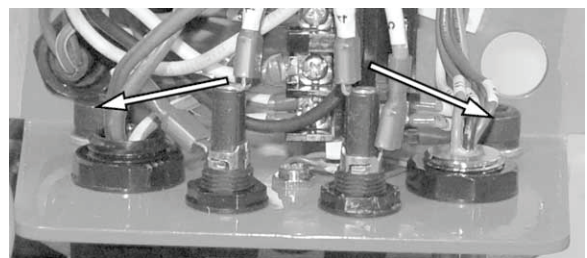

Figura 29.
6. Veja a Figura 29. Não danifique os fios elétricos. Remova os dois parafusos do suporte elétrico.